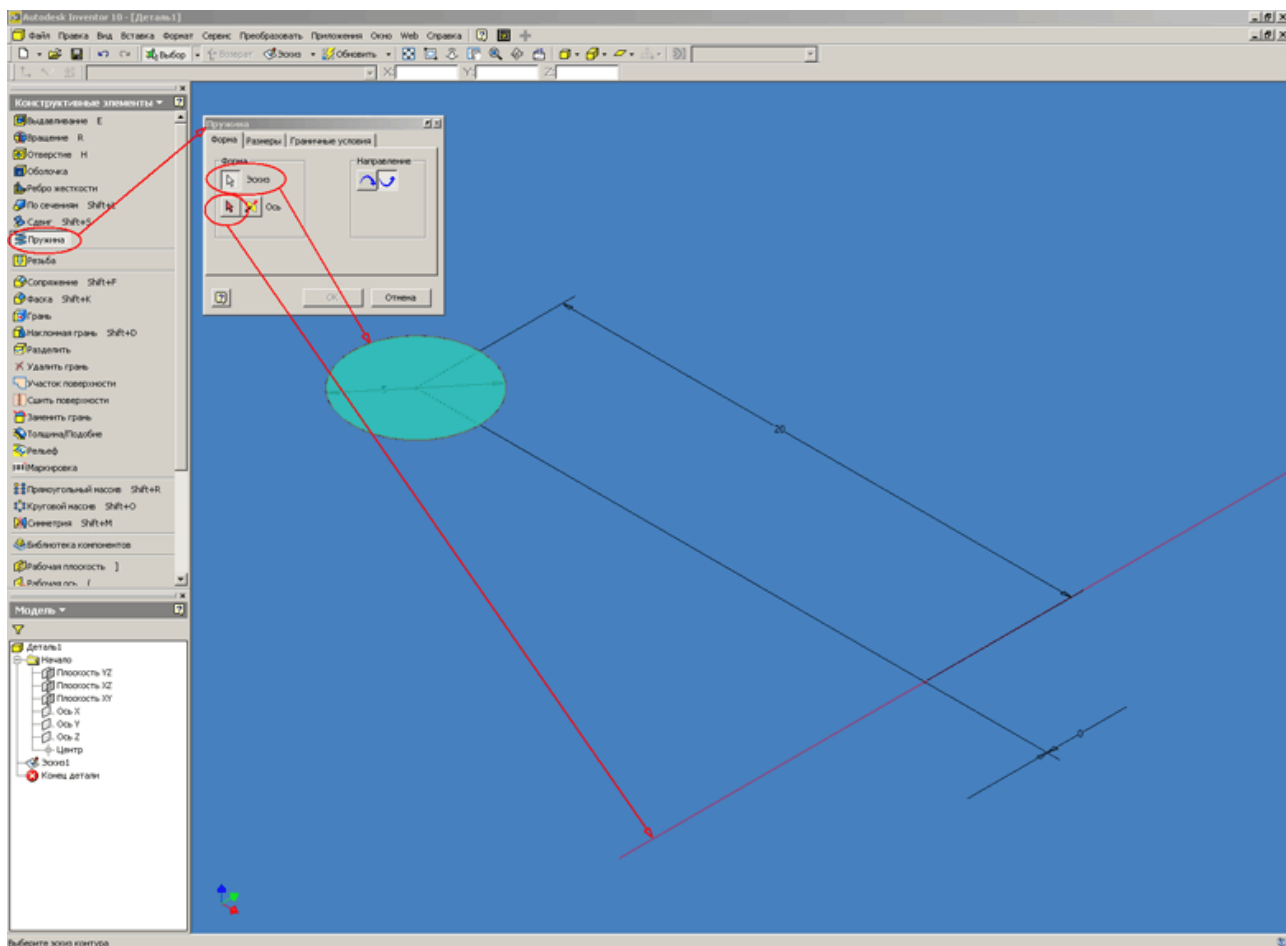

Рис. 2
2. Переходим к построению самой пружины. Для этого нажимаем кнопку «Возврат» и попадаем в палитру конструктивных элементов. Вызываем команду «Пружина». В качестве эскиза указываем сечение пружины, а в качестве оси – спроецированную координатную ось «Y» (см. Рисунок 2).